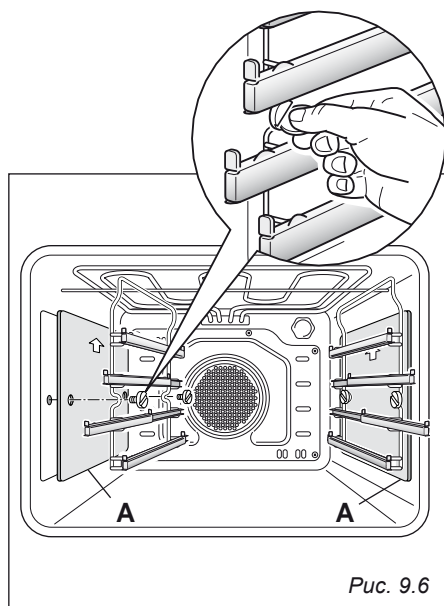

Рис. 9.6
- Установите скользящие полочки на стенках духового шкафа с помощью 2 винтов (Рис. 9.6).
- В случае оснащения моделей каталитическими панелями вставьте данные панели «А» стрелочкой вверх (Рис. 9.6).
- Отвинтите крепежные винты, выдвиньте скользящие полочки и каталитические прокладки (при наличии) на стенке духового шкафа, как показано на Рис. 9.6.